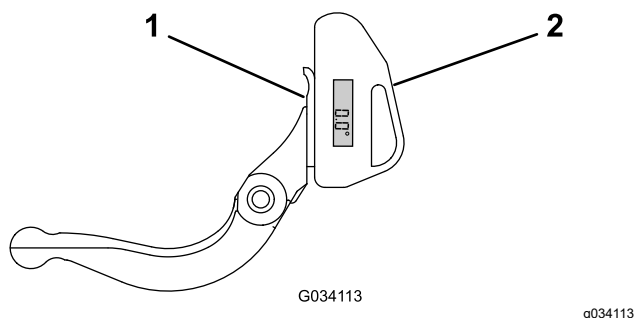

Figura 30
1. Coloque el indicador de ángulo en el lado inferior de la contracuchilla, según se muestra en Figura 30.